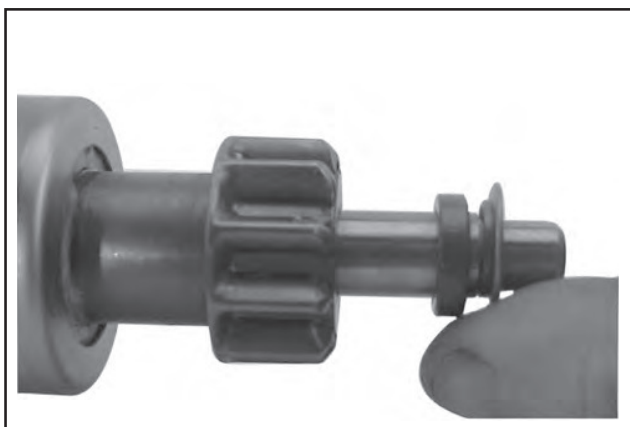

Abbildung 8-62. Installation der Verschlusslasche.
3. Die versetzte Verschlusslasche (Anschlag) so installieren, dass der kleinere Versatz der Lasche zur Haltevorrichtung/Bundring ausgerichtet ist. Siehe Abbildung 8-62.